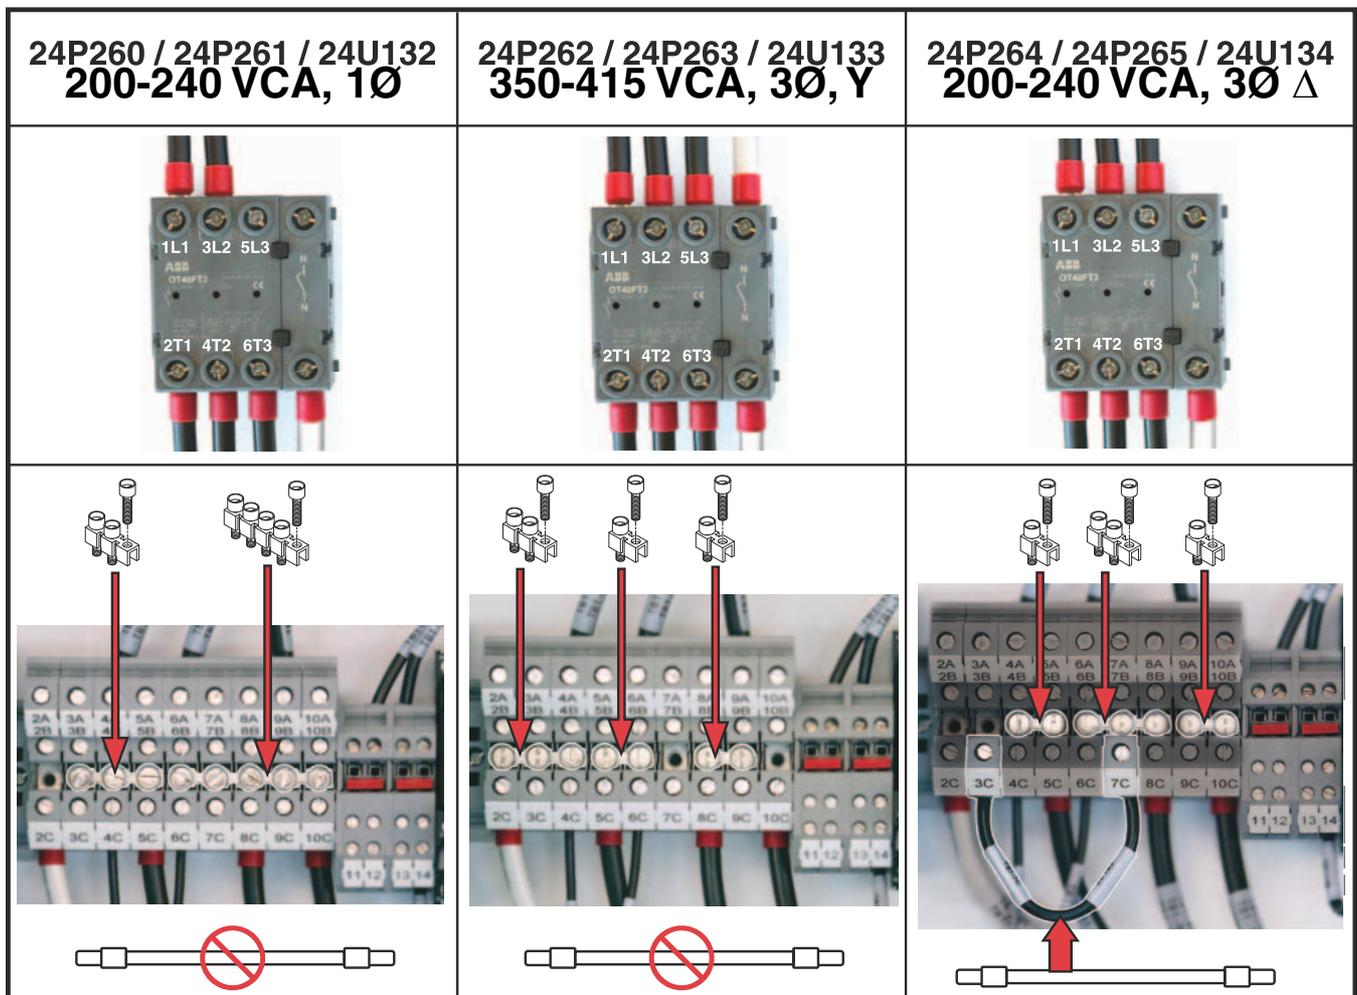

FIG. 15
4. Asegúrese de que los puentes del bloque de terminales se encuentren en las ubicaciones correctas para la fase y la tensión utilizadas. Si es necesario, cambie para que corresponda con la FIG. 15 de la página 19. Consulte la tabla siguiente, la FIG. 13 y la FIG. 15.
- Conecte L1, L2, L3 y N como se muestra en la FIG. 15. No todos los modelos usan 4 cables.